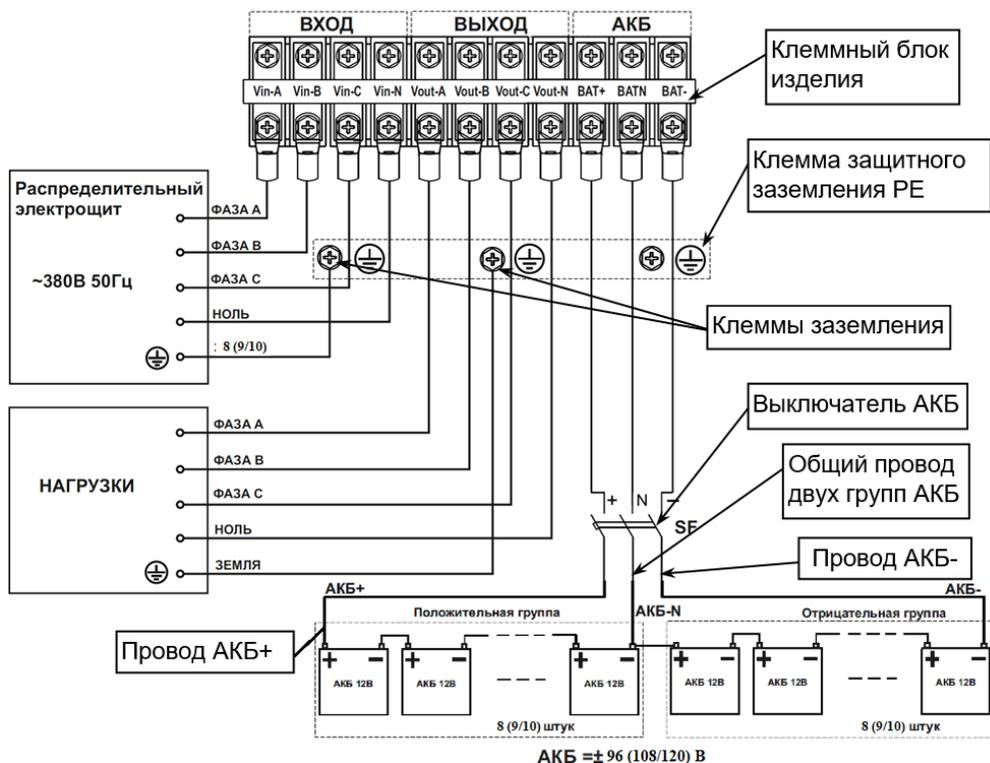

Рисунок 23 – Схема подключения изделия и монтажа аккумуляторной батареи.
- 5) Включите защитный автоматический выключатель АКБ (SF) или выключатель группы предохранителей (при их использовании), (см. рисунок 23).
Между АКБ и изделием должен быть подключен автоматический выключатель постоянного тока (SF, на номинальный ток 250 А, см. рисунок 23).
Между АКБ и изделием должен быть подключен DC – совместимый термоманитный трехполюсный защитный автоматический выключатель SF, (или другое устройство защиты, например, группа предохранителей с трехполюсным выключателем), расположенный как можно ближе к АКБ, см. рисунок 23.
- номинальное напряжение выключателя должно быть не менее рабочего напряжения положительной/отрицательной группы АКБ (см. рисунок 23);
Затем выполнить, **с соблюдением полярности**, последовательное соединение аккумуляторных батарей 12 В, в соответствии с двуполярной схемой (см. рисунок 23) при помощи перемычек АКБ (**перемычки АКБ в комплект поставки НЕ входят**).
- проводники фаз А, В, С и провод N питающей линии от распределительного щита, предназначенные для подключения на входы изделия, должны быть обесточены (см. рисунок 23);
- подключение кабелей к клеммному блоку выполняйте в соответствии со схемой (см. рисунок 23) и маркировкой, нанесенной на клеммном блоке изделия;
- подключите провода заземления кабелей подключения питающей сети и нагрузки к соответствующим клеммам заземления изделия (см. рисунок 23);
- к клеммам заземления каждого изделия подключите провода заземления кабелей подключения питающей сети и нагрузки (см. рисунок 23);